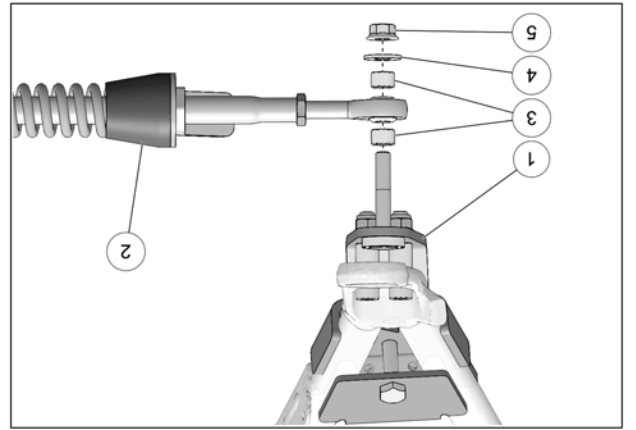

Fig. 22
12. Fixer le bras stabilisateur (2) au boulon déjà installé sur l'ancrage de suspension (1) à l'aide des deux espacateurs (3), de la rondelle (4) et de l'écrou autobloquant (5). Serrer à un couple de 70 N•m [52 lb•pi]. Voir la Fig. 22